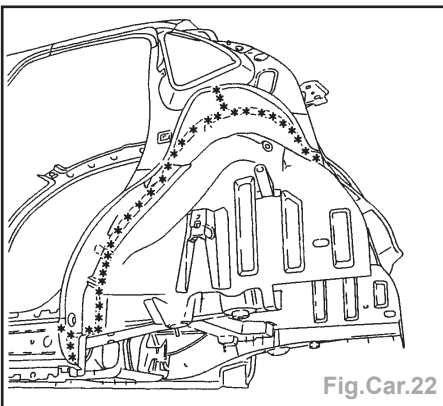

Fig.Car.22
- Dégraffer les points à l'aide d'une fraise de \varnothing 8 mm (Fig.Car.22).
- Souder par points électriques et cordon MAG (Fig.Car.22).